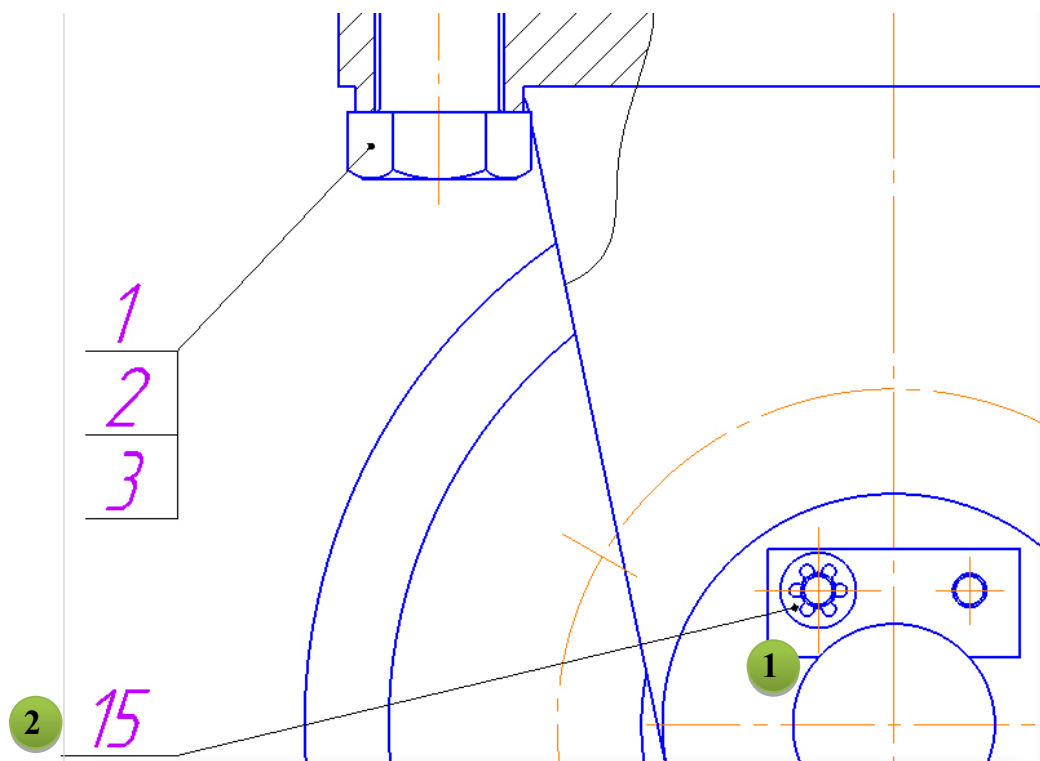

Рис. 4.47. Позиционное обозначение шайбы
- Укажите точку 1 на шайбе и точку 2 начала полки (произвольно) (рис. 4.47).